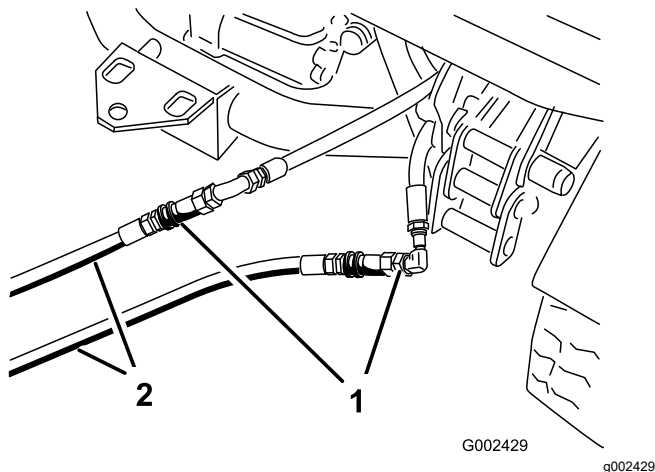

Figura 74
3. La maina dezactivată, conectai cele 2 furtunuri jumper la furtunurile care au fost deconectate (Figura 74).